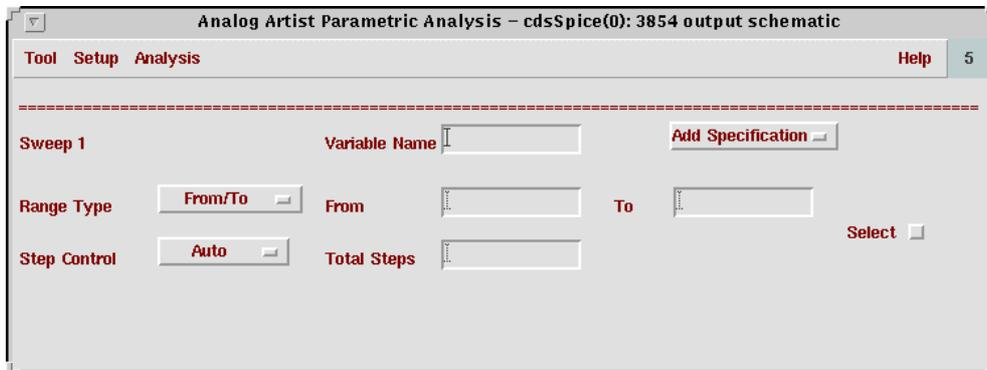

图 1-4-6 参量分析窗口
1) Tools/Parametric Analysis 子菜单可以打开如图 1-4-6 的窗口。它提供了一种很重要的分析方法——参量分析的方法，也即参量扫描。可以对温度，用户自定义的变量 (variables) 进行扫描，从而找出最合适值。以下详细说明：